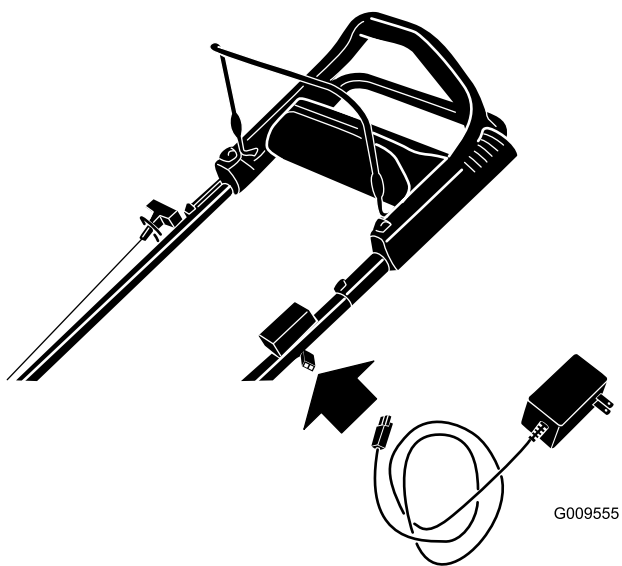

Figure 25
1. Branchez le chargeur au faisceau de câblage de la machine situé sous le bouton de démarrage électrique (Figure 25).